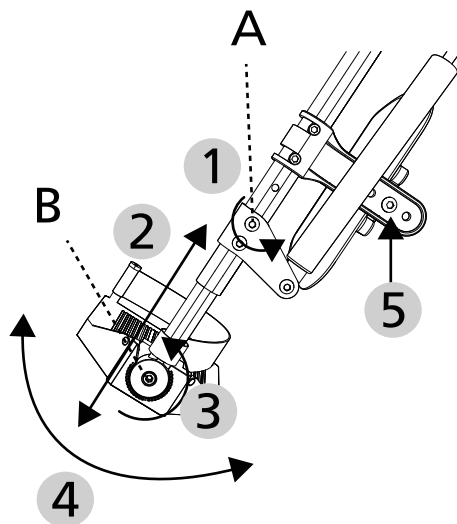

Abb.55
Vor dem ersten Gebrauch muss das Wadenpolster montiert werden. Nutzen Sie hierzu die beiliegende 5 mm Innensechskantschraube und Mutter und montieren Sie es im dritten Positionslöcher an der Wadenpolsterhalterung (siehe 5, Abb. 55, Seite 44).
1. Zur Längeneinstellung lösen Sie die Innensechskantschraube 4 mm (A, Abb.55) um wenige Drehungen (1, Abb. 55) und lösen Sie diese nicht vollständig.
2. Danach ziehen/schieben Sie die Fußplatte in die gewünschte Länge (2, Abb. 55). Achten Sie auf den Mindestabstand von 40 mm zwischen Fußplatte und Boden. Die minimale und maximale Auszugslänge zeigt Ihnen die Skala auf dem Rohr.
3. Zur Arretierung ziehen Sie die Schraube (A, Abb. 55) wieder fest an. Beachten Sie, dass hierbei die Schraube in den innenliegenden Montageschlitten greift.
1. Lösen Sie die Innensechskantschraube 5 mm (B & 3, Abb. 55).
3. Setzen Sie die Fußplatte in dem gewünschten Winkel wieder ein (4, Abb. 55).